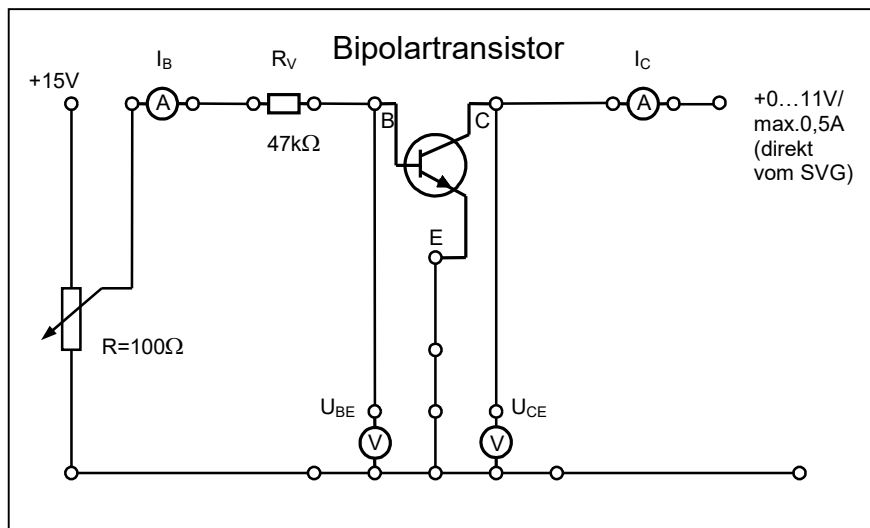

Bild 2 Messschaltung zur Aufnahme der Transistorkennlinien in Emitterschaltung
- 2.2 Als Basis-Vorwiderstand (R_V) für den npn-Transistor 2N3704 wurden $47\text{k}\Omega$ gewählt (Bild 2). Begründen bzw. diskutieren Sie dies (h_{21} ca. 200, s.a. $P_{V_{\max}}$ lt. Spec. im Anhang).
- 3.1 Ermitteln Sie messtechnisch das Vierquadrantenkennlinienfeld des vorliegenden npn-Bipolartransistors in Emitterschaltung und tragen Sie die Werte in einem Diagramm auf (*Messschaltung siehe Bild 2*):